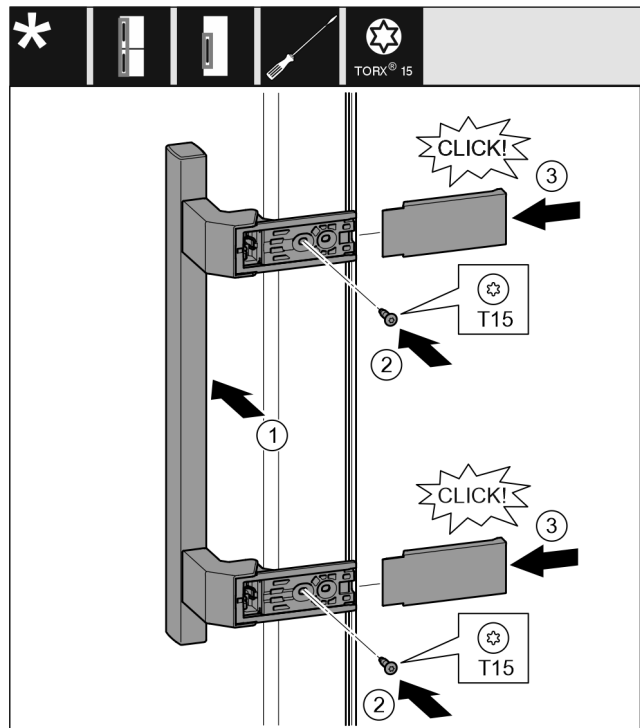

Fig. 40
- ▶ 将把手放到反面。 Fig. 40 (1)
- ▶ 用 T15 螺丝刀拧紧螺钉。 Fig. 40 (2)
- ▶ 将盖板放置到侧面并插入。 Fig. 40 (3)